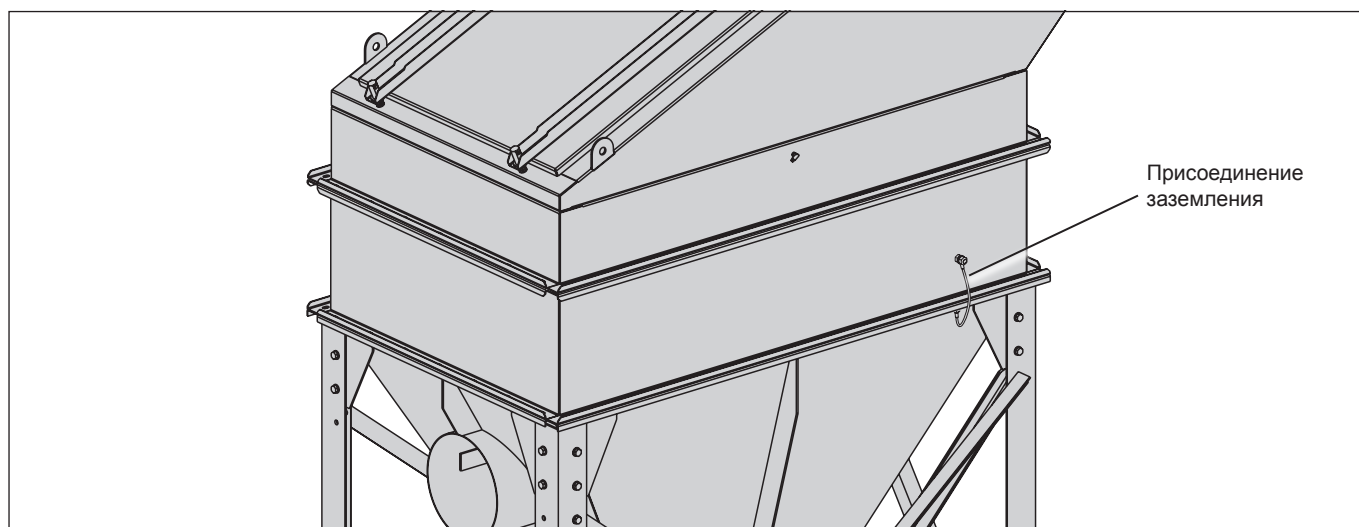

Рис. 5 Соединение заземления между боковой панелью пылеулавливателя и бункера (показан CPC-6)
*В случае, если пылеулавливатель оснащен штырем для заземления, следует выполнить заземляющее соединение между боковой панелью пылеулавливателя и бункером с помощью поставленного кабеля для заземления (см. Рис. 5).*